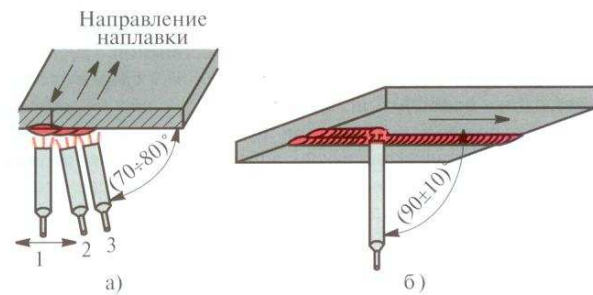

Рис. 2. Наплавка в потолочном положении:
**Наплавку** рекомендуется выполнять узкими валиками шириной, равной 1,5 диаметра **покрытия** электрода (рис. 2, а), что позволяет применять средний диапазон сварочного тока.
Для производительной наплавки последующие валики рекомендуется выполнять при повышенных значениях сварочного тока в диапазоне средне-максимальных значений. В этом случае сварщику необходимо поменять свое положение относительно расположения первого валика и выполнять наплавку слева направо или справа налево. При этом угол наклона электрода относительно изделия должен составлять  $(70 \div 80)^\circ$ . Наклон электрода относительно направления наплавки должен выдерживаться равным  $(90 \pm 10)^\circ$  в зависимости от расположения шлака (рис. 2, б). Наплавку выполнять без поперечных колебаний электрода. Ширина валика должна составлять 1,0—1,5 диаметра покрытия электрода.